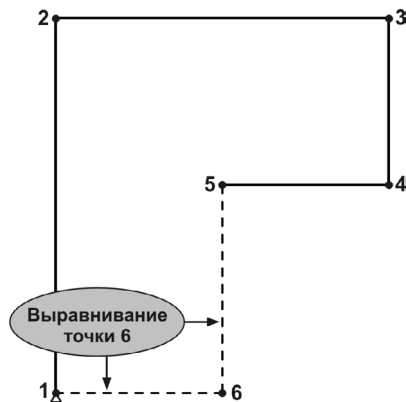

Рис. 59.22.
5. Точку 6 зафиксируйте с помощью локальной привязки **Выравнивание**. Расположите эту точку напротив точки 5 по вертикали и 1 по горизонтали (рис. 59.22).